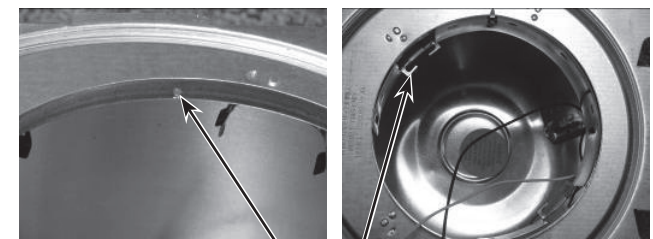

Figure 6.
2. Instale la banda adaptadora. (Fig. 6). Consulte las instrucciones de la banda adaptadora (ML7RAB) para obtener información de instalación adicional.
4. Instale el módulo de luz LED en el alojamiento. Acerque el módulo en ángulo recto. No lo incline durante la instalación. Consulte las instrucciones del módulo de la luz LED para obtener los detalles completos de la instalación. (Fig. 6)